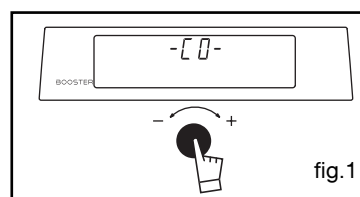

fig.1
- Appuyez pendant quelques secondes sur le bouton de réglages jusqu'à l'affichage de  (fig.1).